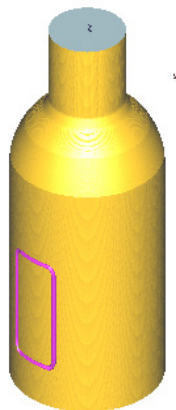

图 5-36 仿真模拟结果(3)
6) 仿真模拟。单击“加工向导”工具栏上的“高级仿真”按钮, 弹出“高级仿真”对话框, 选中所创建的加工, 单击确定按钮; 在弹出的“Cimatron's Verifier”对话框中验证加工效果, 如图 5-36 所示。